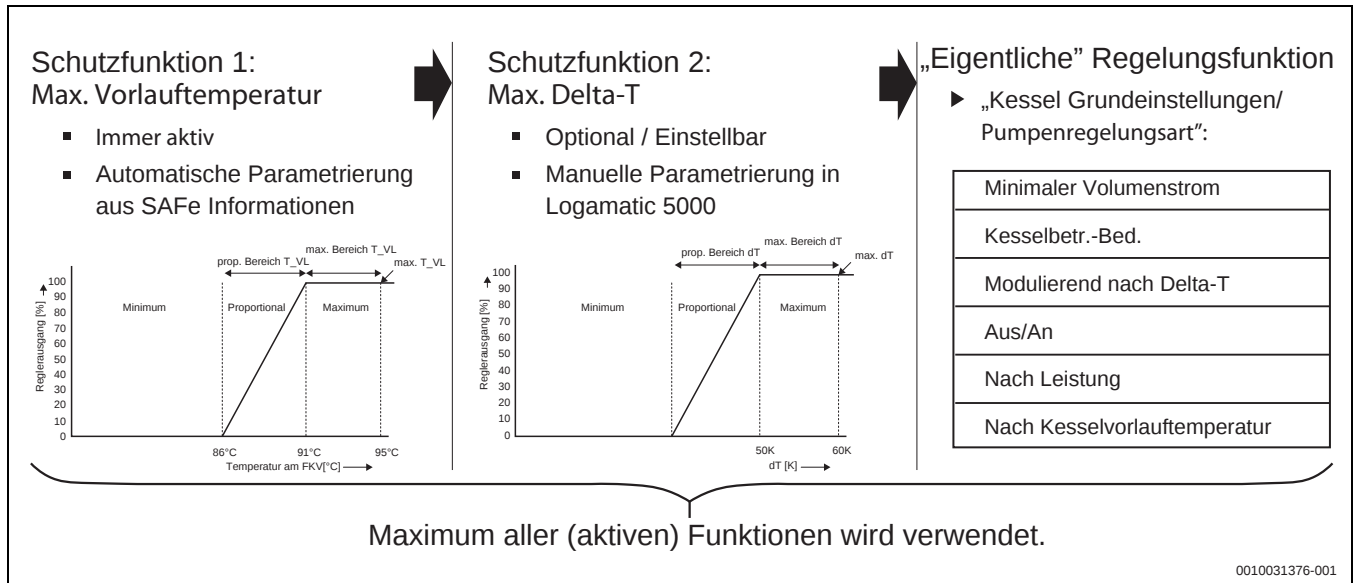

Bild 22 Pumpenregelungsart
- **Minimaler Volumenstrom:** Betrieb der Kesselkreispumpe mit maximaler Spreizung (einstellbar) zur Optimierung des Kesselwirkungsgrads. Solange Schutzfunktionen des Kessels nicht angefahren werden (→ Bild 22) wird die Pumpe auf der minimalen Modulation betrieben, somit wird die eingestellte Spreizung (Kesselvorlauf – Kesselrücklauf) ausgeregelt. Voraussetzung zur Nutzung dieser Funktion ist ein Kessel mit integriertem Rücklauftemperaturfühler, z. B. KB372, GB402. Diese Einstellung wird empfohlen für Wärmetauscher.